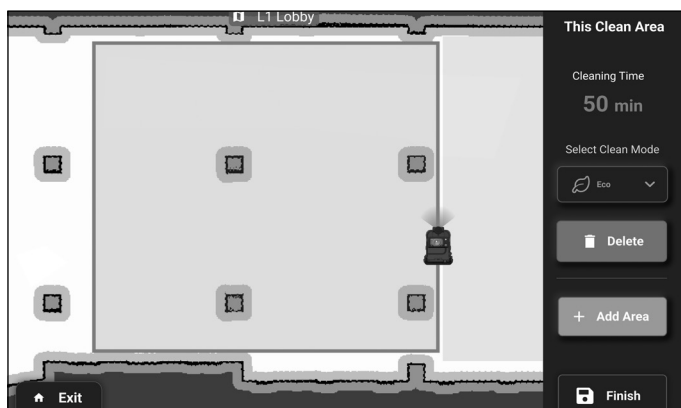
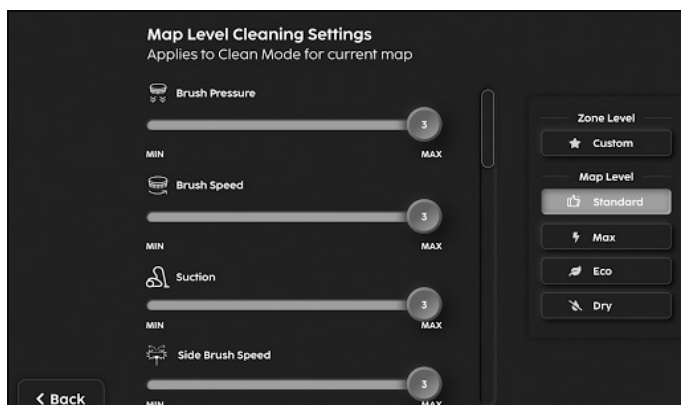

Abbildung 35
Abbildung 36
16. Wählen Sie den gewünschten Reinigungsmodus aus dem Dropdown-Menü (**Abb. 35**), (**Abb. 36**).